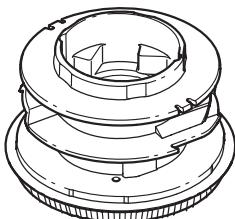

Fig. 17
2. Saque la perilla percusiva, el resorte y el sello de espuma (Fig. 17).
3. Saque el carrete interior con la línea existente de la bobina exterior (Fig. 17).
4. Saque toda la línea que haya en el carrete interior antes de limpiarlo. Saque todos los residuos o pasta de la perilla, resorte, carrete interno y sello de espuma. Lave el carrete interior con agua jabonosa tibia (Fig. 17).